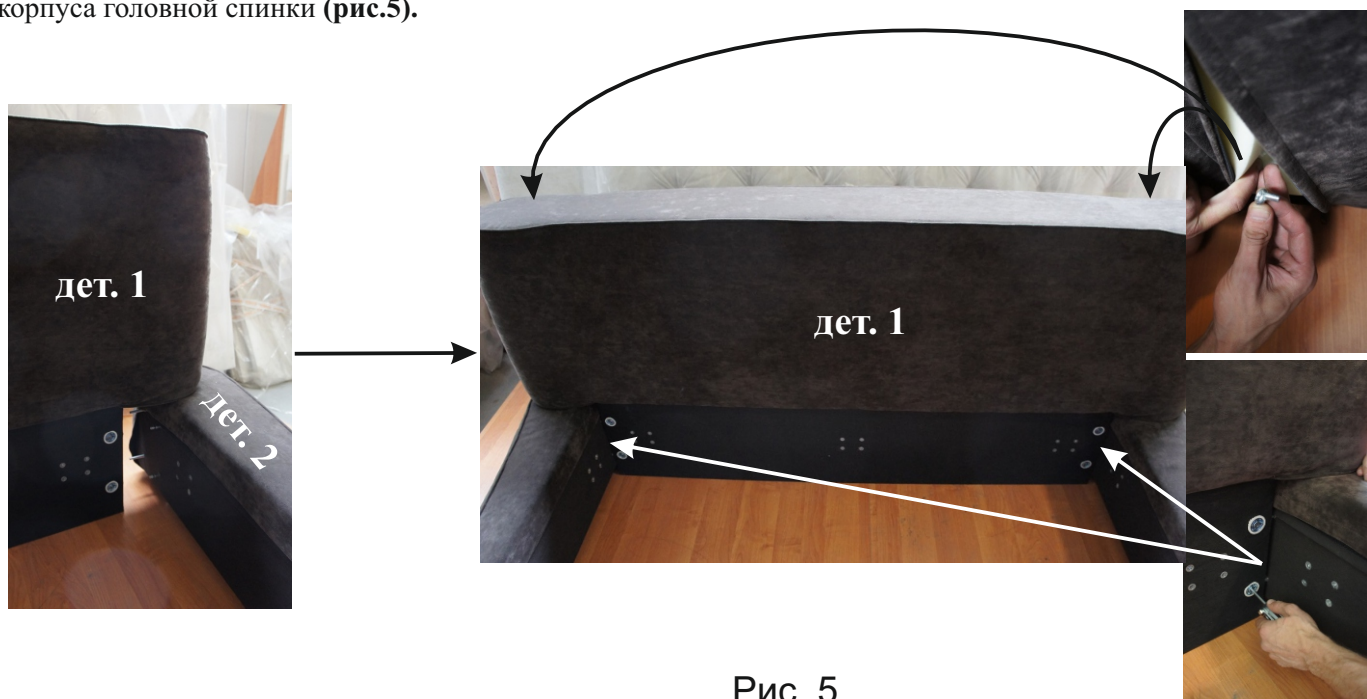

Рис. 5
6. Присоедините полученную конструкцию к головной спинке кровати (дет.1), вставив винты (Ф-4) в эксцентрики, установленные в головной спинке, и шпильки (Ф-5) - в специальные отверстия. Далее затяните эксцентрики с помощью шестигранного ключа (Ф-7), поворачивая ключ по часовой стрелке. Откройте карманы на молнии на задней поверхности головной спинки и закрутите гайки-барашки (Ф-6) на шпильки внутри корпуса головной спинки (рис.5).